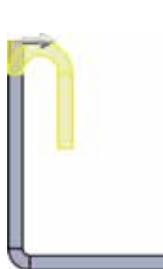

图 5.61 材料在内
- (材料在内) 单选项: 用于控制褶边区域位于褶边附着边内侧，效果如图 5.61 所示。